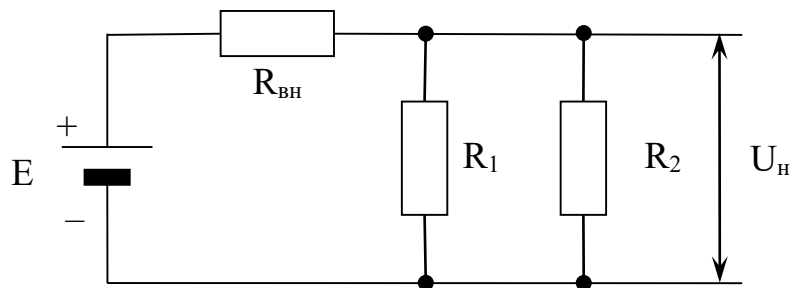

Рис.2
5. Произведите расчет сопротивления R_H , образованного параллельным соединением двух резисторов (рис.2), по исходным данным руководителя.